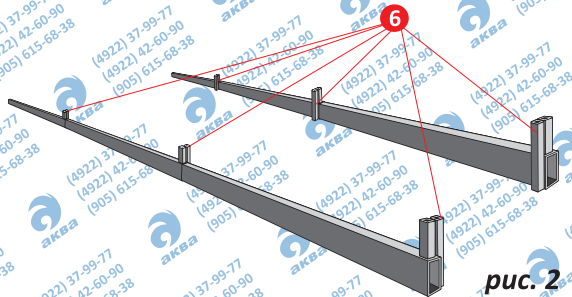

рис. 2
3. С внутренней стороны теплицы забить в землю грунтозацепы (закладные) по уровень штыря основания в местах установки проходных дуг, как показано на рис. 2.
3. Разрезать листы поликарбоната ножом или электролобзиком на части по 6 метров рис. 2.